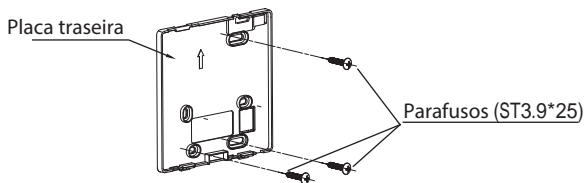

Fig 3-3
- Para montagem exposta, fixe a placa traseira na parede com os 3 parafusos (ST3.9*25) e buchas. (Fig.3-3)